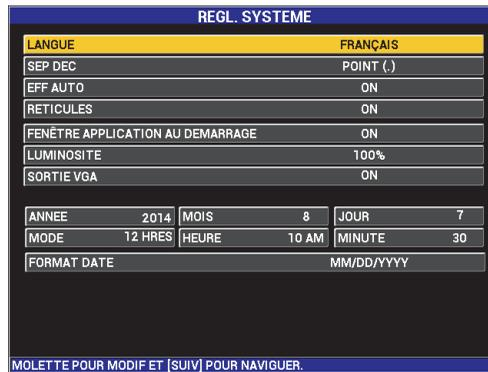

Figure 4-1 Écran REGL. SYSTEME
1. Appuyez deux fois sur la touche de menu ADV SETUP () et puis appuyez sur la touche B pour accéder à l'écran **REGL. SYSTEME** (voir la Figure 4-1 à la page 74).
3. Dans l'écran **REGL. SYSTEME** (voir la Figure 4-1 à la page 74), utilisez la touche FULL NEXT () pour surligner le paramètre souhaité, et puis changez- en la valeur avec la molette :